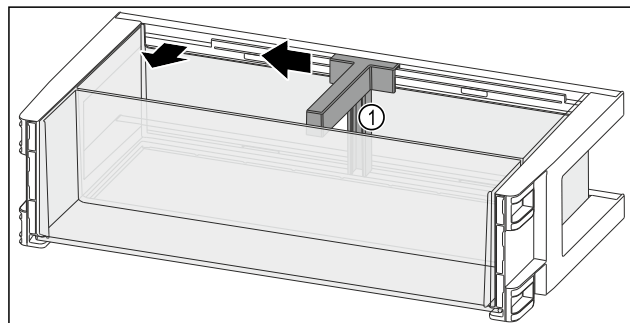

Fig. 92
- Spingere il portabottiglie Fig. 92 (1) lateralmente fino all'incavo.
- Rimuovere il portabottiglie Fig. 92 (1).